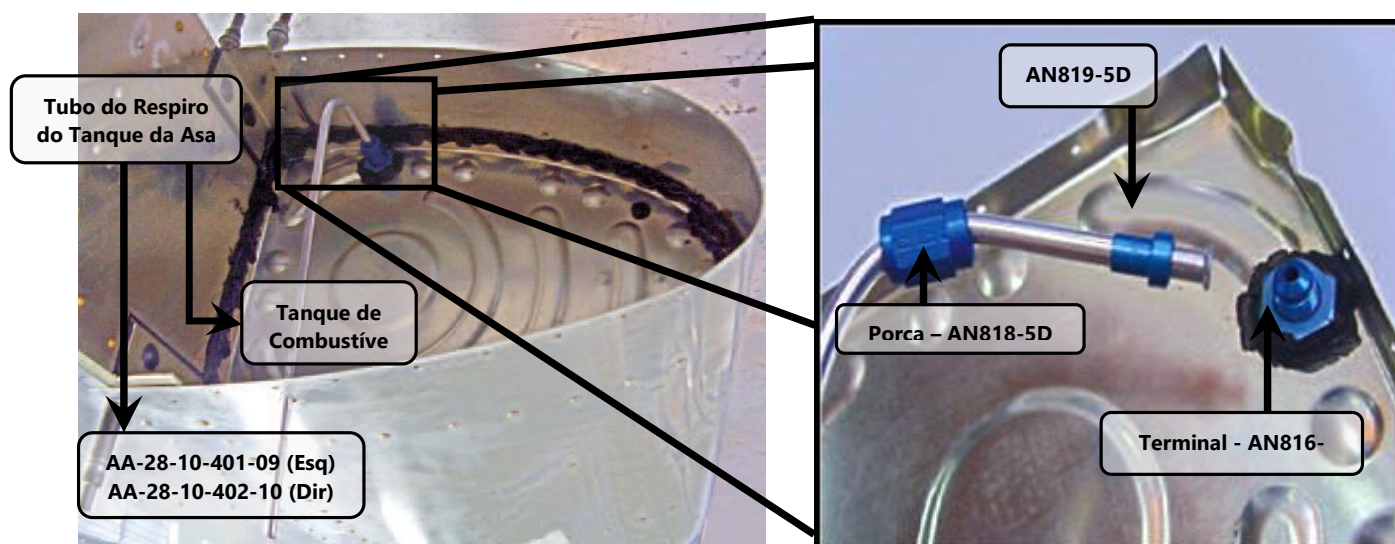

Figura 28.10.7 – Fixação do respiro no tanque de combustível
2. Remover a porca AN818-5D do respiro mostrada na figura 28.10.7 com uma chave de 5/8".
5. Reinstalar a porca AN818-5D (figura 28.10.7) ao terminal AN816-5D, fixo ao tanque com uma chave de 5/8";